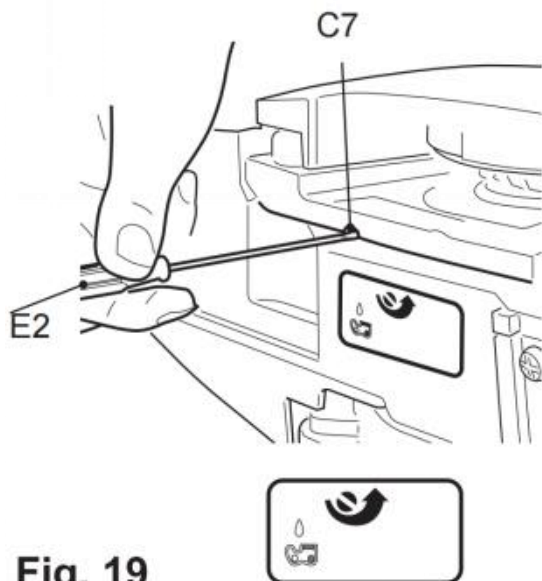

Fig. 19
- 4) Draai de stelschroef (C7) van de oliepomp aan de onderkant van het product om de kettingolietoevoer aan te passen met het multitool (E2) (Fig. 19).